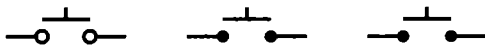

Рис. 2.43. Три варианта обозначения кнопки. Белый прямоугольник добавлен к обозначению только в этой книге для наглядности
5. Кнопка. На рис. 2.43 показаны три возможных обозначения кнопки. Эти символы представляют самый распространенный тип нормально разомкнутой кнопки или переключателя без фиксации положения, в которых при нажатии замыкаются два контакта, а при отпускании происходит размыкание цепи. В более сложных кнопках, где при нажатии замыкаются или размыкаются несколько контактов, может использоваться символ для многополюсного переключателя.